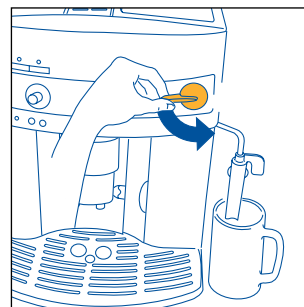

Fig.5
3. **STRAKS EFTER, INDEN DER ER GÅET HØJST 30 SEKUNDER**, drej dampbetjenings knappen mod uret så langt den kan komme (fig. 5) (det er normalt, at maskinen larmer).
- Drej dampbetjeningsknappen en halv gang mod uret så langt den kan (fig. 5): det varme vand løber ud af cappuccinoadapteren og begynder at fylde den nedenstående beholder op.
- Lad lidt vand eller damp slippe ud i et par sekunder ved at dreje dampbetjeningsknappen mod uret helt i bund (fig. 5). Med denne operation kommer dampprøret af med eventuel tiloversbleven mælk. **VIGTIGT:** Af hygiejniske grunde anbefales det altid at foretage denne operation for at undgå at der bliver mælk siddende i de indvendige kredsløb i cappuccinoadapteren.